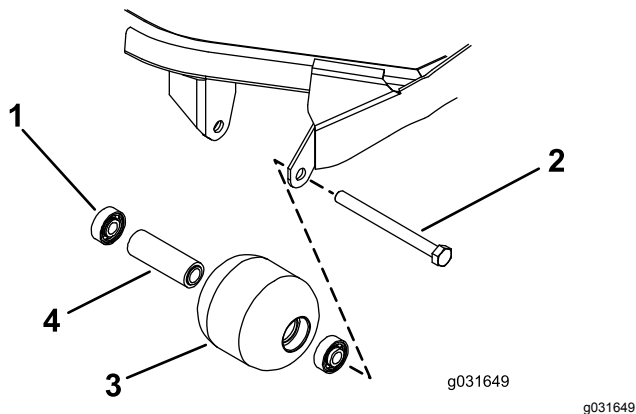

Figure 70
1. Retirez le boulon de fixation du galet (Figure 70).
4. Vérifiez l'état du logement de roulements, des roulements et de l'entretoise de roulements (Figure 70)
1. En exerçant une pression uniquement sur la bague extérieure ou uniformément sur les bagues intérieure et extérieure, poussez le premier roulement dans le logement du galet (Figure 70).
2. Insérez l'entretoise (Figure 70).
3. En exerçant une pression uniquement sur la bague extérieure ou uniformément sur les bagues intérieure et extérieure, poussez le second roulement dans le logement du galet jusqu'à ce qu'il rencontre l'entretoise (Figure 70).